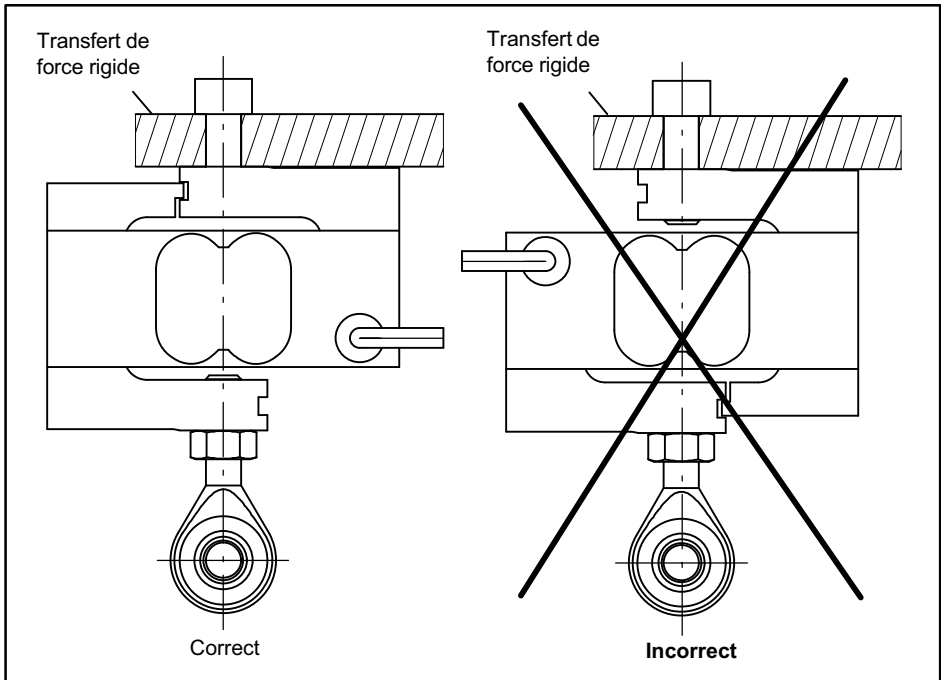

Fig. 6.1 Orientation du capteur lors de sa pose
*Le côté de fixation du câble du capteur doit toujours être relié directement aux zones de transfert de force rigides côté client. Veillez à ce que le câble soit posé de façon à ce qu'il engendre le moins de shunt possible (par ex. de par son poids ou la rigidité du câble, voir Fig. 6.1).*